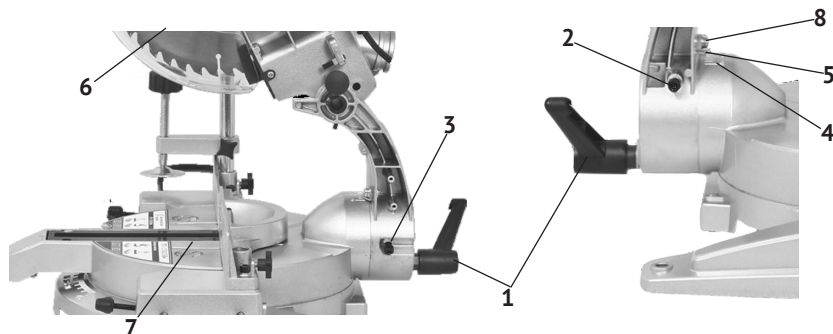

рис.3
- для установки угла наклона необходимо: ослабить рукоятку-фиксатор (рис.3 поз.1), установить необходимый угол распила по шкале (рис.3 поз.4), поворачивая режущий блок за рукоятку пилы, и надёжно зафиксировать рукоятку-фиксатор.
- установить рабочий стол (рис.3 поз.7) в нулевое положение;
- ослабить контргайку винта (рис.3 поз.2);
- установить транспортир (электронный угломер), измеряющий угол между плоскостью рабочего стола (рис.3 поз.7) и пильного диска (рис.3 поз.6);
- шестигранным ключом из комплекта поворачивать винт (рис.3 поз.2) до точной установки угла 90° между диском и рабочим столом;
После установки точного положения угла, проверить положение стрелки-указателя (рис.3 поз.5) на шкале (рис.3 поз.4). При несовпадении
с нулевым положением, ослабив винт крепления стрелки (рис.3 поз.8), откорректировать её положение и зафиксировать винтом.
- ослабить контргайку винта (рис.3 поз.3);
- установить транспортер (электронный угломер), измеряющий угол между плоскостью рабочего стола (рис.3 поз.7) и пильного диска (рис.3 поз.6);
- шестигранным ключом из комплекта поставки поворачивать винт (рис.3 поз.3) до точной установки угла 45° (влево) между диском и рабочим столом;